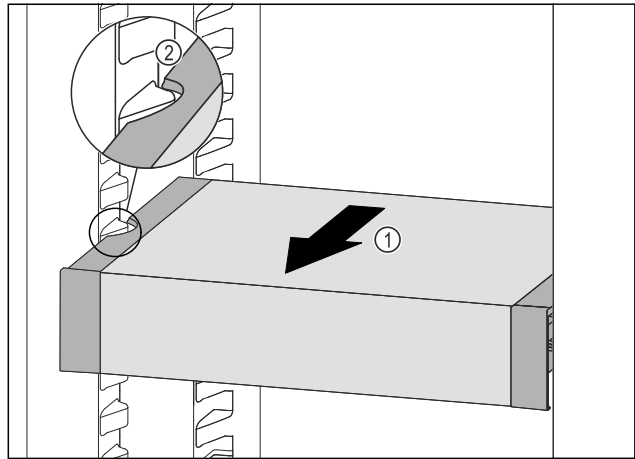

Fig. 110
- ▶ Tire del VarioSafe hacia delante Fig. 110 (1) hasta que los huecos laterales del VarioSafe se encuentren a la altura de la nervadura del recipiente en el compartimento del frigorífico. Fig. 110 (2)